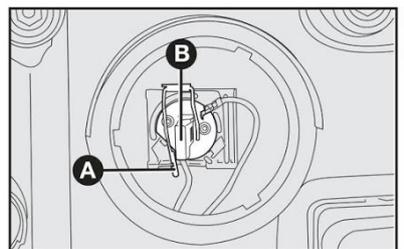

fig. 38
- 2) Soltar o conector **B-fig. 38**;
- 3) Apertar para baixo a presilha **A-fig. 38**, abrindo-a lateralmente;
- 5) Posicionar a nova lâmpada em seu alojamento, reenganchar a presilha de fixação **A-fig. 38** e encaixar o conector **B-fig. 38**;